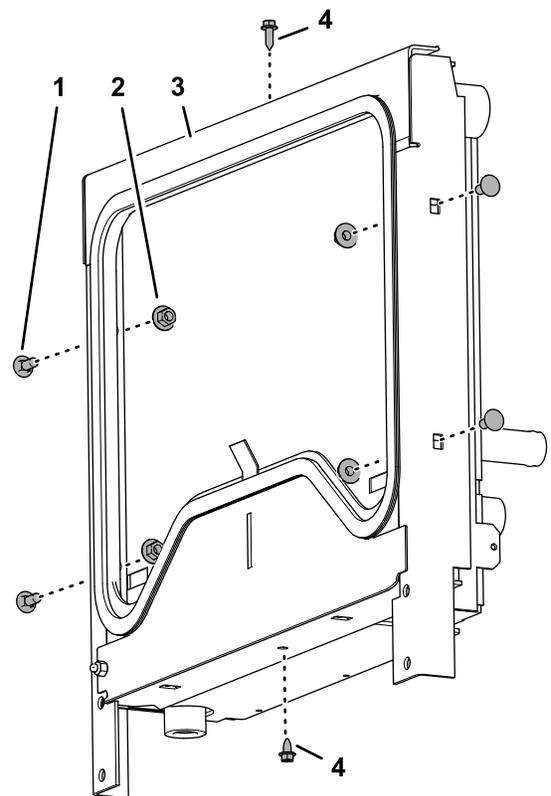

Figure 27
- Fixez légèrement le cadre de montage sur le radiateur/refroidisseur d'huile (Figure 27) à l'aide des 2 vis (1/4" x 3/4").
- Fixez le cadre de montage au radiateur/refroidisseur d'huile (Figure 27) à l'aide de 4 boulons de carrosserie (5/16" x 3/4") et 4 écrous à embase crénelée (5/16").